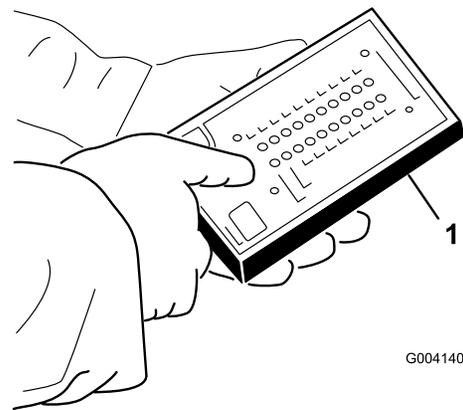

Figura 31
3. Conecte el conector de la pantalla diagnóstica ACE al conector del arnés (Figura 31). Asegúrese de que la pegatina de la plantilla correcta está colocada en la pantalla diagnóstica ACE.